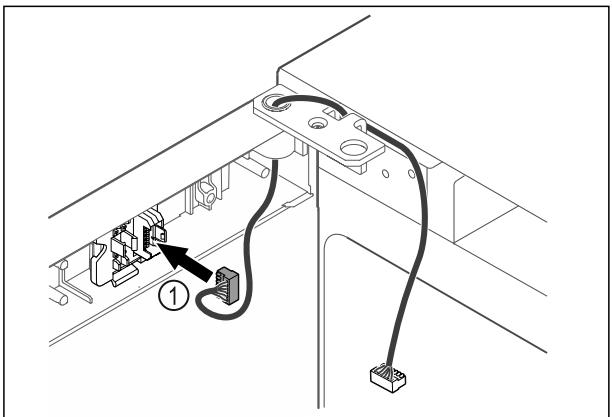

Fig. 44
- Zasuňte zástrčku Fig. 44 (1) do držiaka zástrčky.